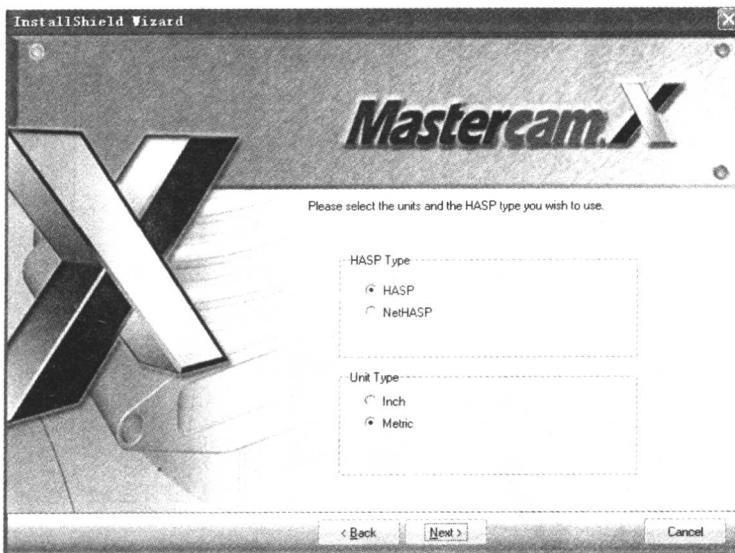

图 1.4 选择系统工作单位
(4) 出现如图 1.4 所示的提示，选中 Metric 单选按钮，单击 Next 按钮。